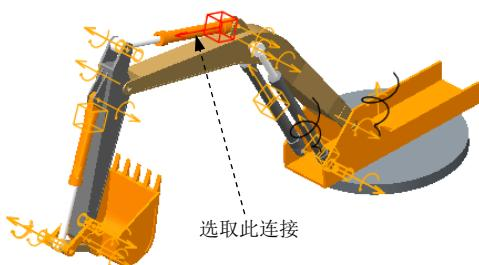

图 4.5.8 选取参考对象
Step6. 定义伺服电动机 3 (斗杆液压驱动)。选取图 4.5.8 所示的连接为参考对象，参照 Step5 中的操作和表 4.5.1 中的位置参数值定义**时间**数据和**模**数据，如图 4.5.9 所示；该伺服电动机的位置函数图形如图 4.5.10 所示。